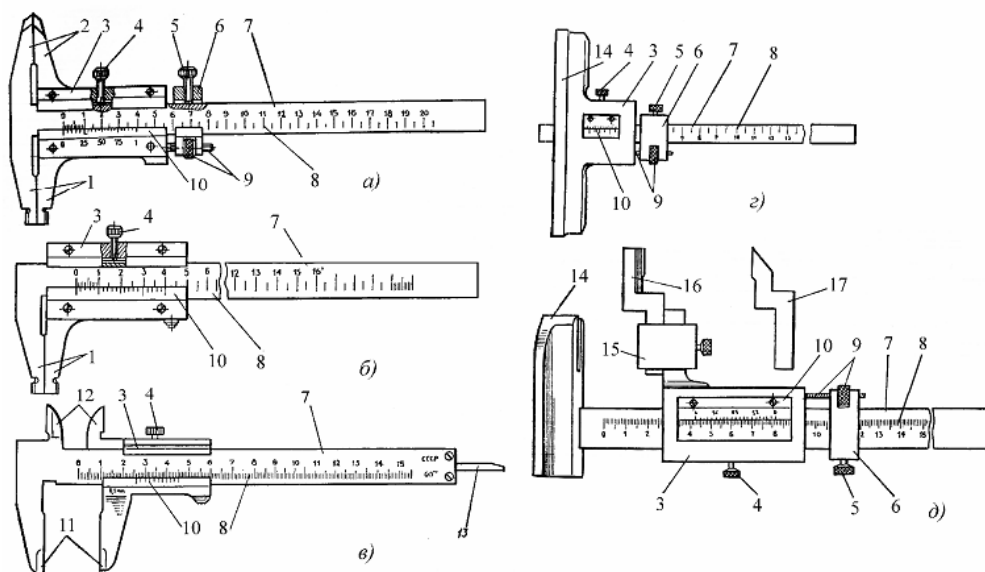

Рисунок 1 – Штангенциркули (а – в), штангенглубиномер (з) и штангенрейсмас (д):
Штангенциркули предназначены для измерения наружных и внутренних размеров изделий и для разметки. Основанием инструмента является штанга (7) с неподвижной губкой. По штанге перемещается рамка (3) с передвижной губкой, нониусом (10) и зажимным винтом рамки (4). Перемещение рамки осуществляется вручную при освобожденных винтах (4 и 5). Окончательное (точное) перемещение рамки на штангенциркулях ШЦ-II (рис. 1, а) выполняется с помощью микрометрической подачи, состоящей из движка (6), гайки (9) и стопорного винта (5). Для перемещения рамки с помощью микрометрической подачи движок (6) стопорится винтом (5). Измерительные губки имеют плоские поверхности для наружных измерений и закругленные – для внутренних.
Конструктивно штангенциркули различаются пределами измерений, форме измерительных губок и подвижной рамки, а также по точности измерений. В штангенциркулях типа ШЦ-I (рис. 1, в) губки имеют ножевую форму, в результате чего можно сразу получить измеряемый размер. Эти штангенциркули оборудованы ли-нейками глубиномера (13), выполненными совместно с подвижной рамкой для измерения глубин и высот изделий.
В штангенциркулях типа ШЦ-II (рис. 1, а) и ШЦ-III (рис. 1, б) губки выполнены ступенчатыми и имеет определенный суммарный размер, который следует прибавлять к отсчитываемому размеру. Для разметки концы измерительных губок штангенциркулей типа ШЦ-III остро заточены.